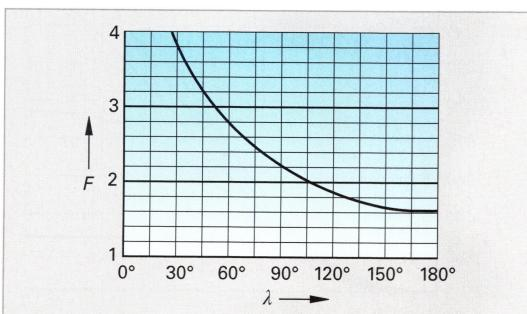

Bild 2: Formfaktor des Thyristorstromes in Abhängigkeit des Stromflusswinkels λ bei Einpulsbetrieb
Der Formfaktor F des Thyristorstromes ist abhängig von der Größe des Stromflusswinkels λ (**Bild 2**).
- Bei einer Anschnittsteuerschaltung beträgt der Dauergrenzstrom des Thyristors 1 A und der Stromflusswinkel $\lambda = 180^\circ$. Ermitteln Sie a) den Formfaktor mithilfe von **Bild 2**, b) den Effektivwert des Vorwärtsstromes, c) die Vorwärtsverlustleistung im Thyristor.
- In einer Anschnittsteuerschaltung beträgt der Effektivwert des Vorwärtsstromes 6 A. Der Zündwinkel hat 90° . Wie groß sind a) der Formfaktor nach **Bild 2**, b) der arithmetische Mittelwert des Vorwärtsstromes, c) die Vorwärtsverlustleistung des Thyristors?
- Ein Thyristor hat nach Datenblatt einen Dauergrenzstrom von 5 A. Der Stromflusswinkel beträgt 30° . Ermitteln Sie a) den Maximalwert des Vorwärtstromes, b) den arithmetischen Mittelwert des Vorwärtsstromes, c) den Formfaktor mithilfe von **Bild 2**, d) den Effektivwert des Vorwärtsstromes, e) die Vorwärtsverlustleistung im Thyristor.